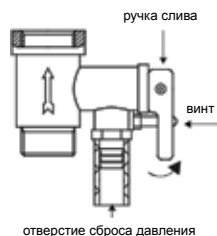

Рис. 8
4. На входной патрубок обозначенный голубым цветом и стрелкой направления течения воды накрутите предохранительный клапан так, чтобы течение воды совпадало с направлением стрелки на корпусе клапана. На отверстие сброса давления предохранительного клапана (см. рис. 8) оденьте дренажную трубку для отвода воды (возможно появление при нагревании) в канализацию.
6. Воду можно слить через обратный предохранительный клапан (открутить сливной винт обратного предохранительного клапана и перевести ручку слива в верхнее положение, при этом кран выхода горячей воды должен быть открыт, а кран подачи холодной воды в водонагреватель должен быть перекрыт) (смотри рис. 8). Никогда не